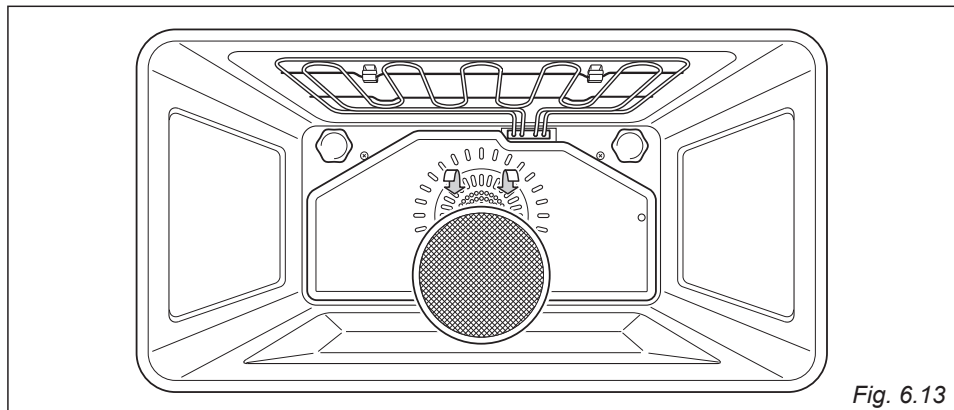

Fig. 6.13
- Uno speciale filtro è previsto nella parte posteriore del forno per catturare particelle di grasso che si sviluppano soprattutto quando si arrostitisce della carne (fig. 6.13).